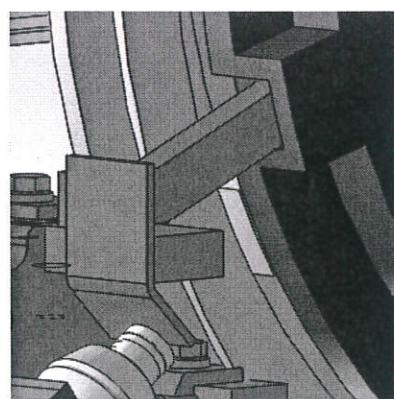

图 5
(1) 检查制动块是否在制动鼓的凹槽内，如图 5。
(图 5)。
(2) 上述步骤准备无误后，以检修速度使电梯上行，使绳制动分部件机械部分复位，此时应特别注意，制动块需卡在制动鼓的凹槽内，如图 5。